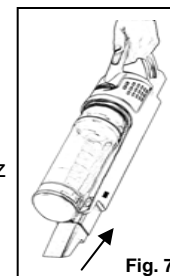

Fig. 7
3. Insérez le suceur plat dans le bas de l'aspirateur en vous assurant qu'il est enclenché à sa place. (Fig. 7) Pour enlever le suceur plat, appuyez sur le bouton de déclenchement de brosse motorisée/suceur plat.